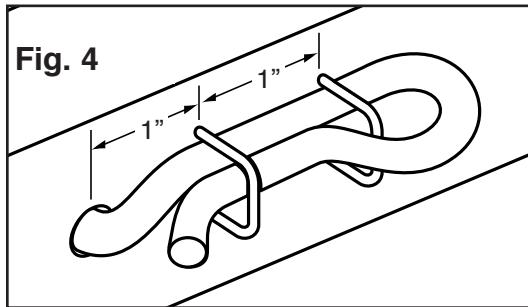

Fig. 4
7. Ponga dos grapas de cuerda como se indica en Fig. 4. Pase la red de carga a través de los huecos de la base y doblelos a través de las grapas como se muestra (Fig. 4). Tírelo fuertemente y sujetelo clavando las grapas apretadamente contra la base.